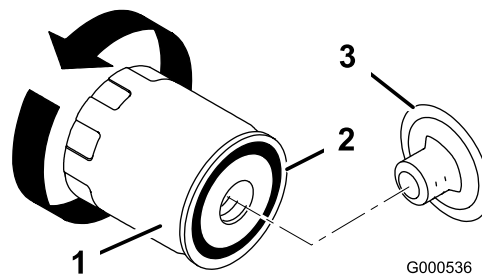

Figura 37
9. Cambie el filtro de aceite, si es necesario (Figura 37).
2. Retire el filtro usado y limpie con un paño la superficie de la junta del adaptador del filtro (Figura 37).
3. Aplique una capa fina de aceite limpio a la junta de goma sobre el filtro nuevo (Figura 37).
4. Instale el filtro de aceite nuevo en el adaptador del filtro. Gire el filtro de aceite en el sentido de las agujas del reloj hasta que la junta de goma entre en contacto con el adaptador del filtro, luego apriete el filtro media o tres cuartos de vuelta más (Figura 37).